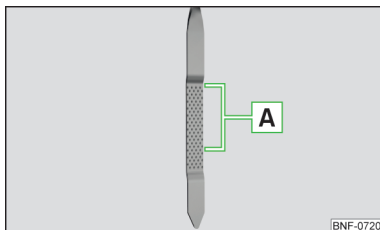

Fig. 139
O nível do óleo poderá situar-se na zona **A** » Fig. 139. Se o nível de óleo estiver por baixo da zona **A**, reabastecer óleo.
- O nível de óleo nunca deve estar fora da zona **A** » Fig. 139 - existe o perigo de danificar o motor bem como o sistema de escape.